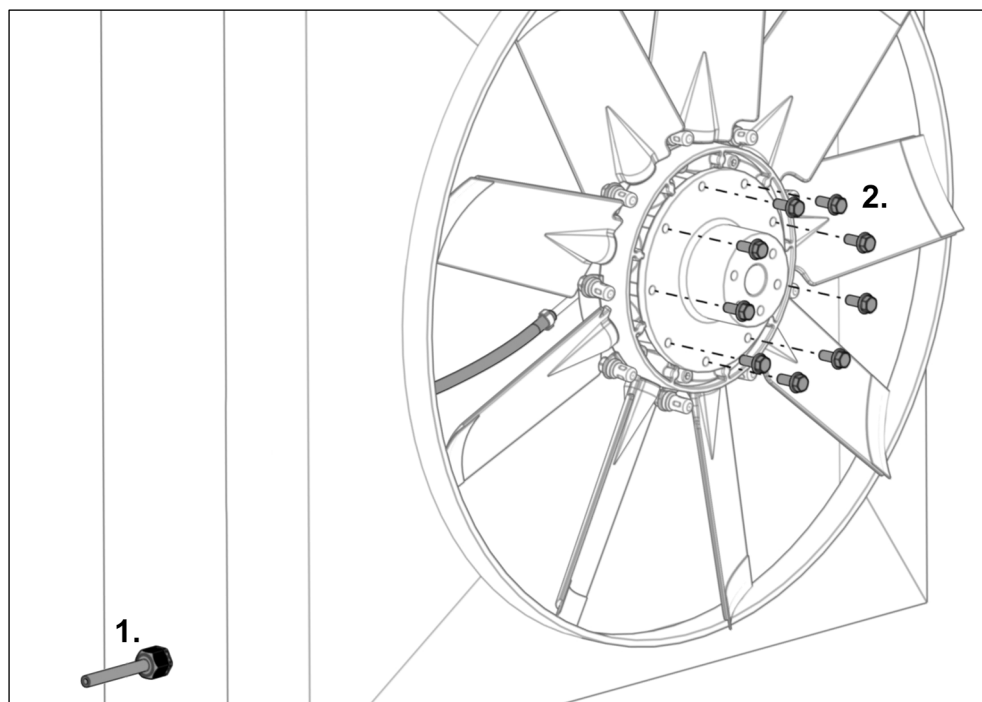

Fig. 29
- 20) Passer le flexible de refoulement à travers la décharge de traction (voir Fig. 29, étape 1).
- 22) Serrer à la main les vis TH à embase crantée fournies (voir Fig. 29, étape 2).